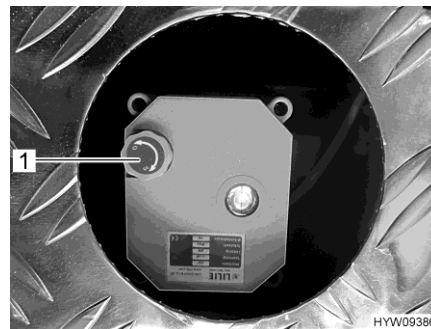

Bild 213 Ratt (avloppsventil)
- För att öppna avloppsventilen, dra ratten (Bild 213,1) uppåt och vrid moturs till stoppläget. Vridriktningen (O för öppna, S för stänga) är markerad på ratten.
- För att stänga avloppsventilen, dra ratten (Bild 213,1) uppåt och vrid medurs till stoppläget.